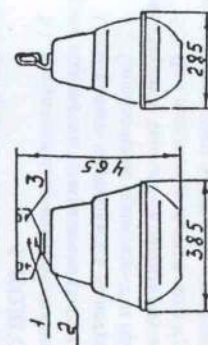

Рис. 2
2.1. Распределение силы света светильников показано на рис.2. Тип кривой силы света в горизонтальной плоскости - осевая, в вертикальной плоскости - широкая.